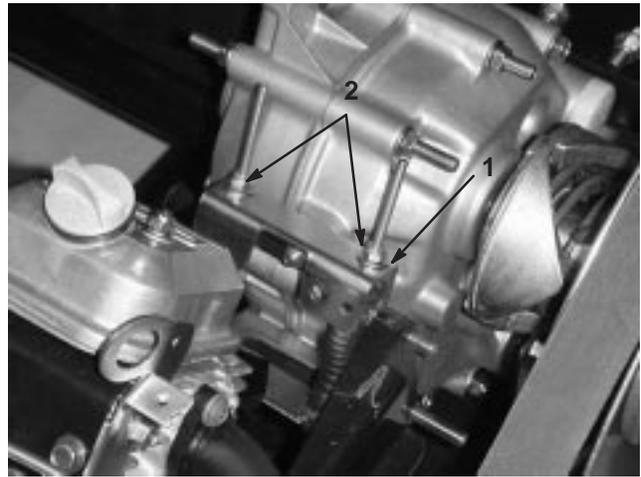

Bild 27
Wenn Sie regelmäßige Wartungsarbeiten und/oder eine Motordiagnostik durchführen, müssen Sie die Antriebsachse zunächst auf Neutral schalten (Bild 27). Der Schalthebel weist eine Neutralstellung auf, die den Leerlauf der Antriebsachse bestimmt. Treffen Sie die folgenden Maßnahmen, um sicherzustellen, dass der Schalthebel in der Neutralstellung die Antriebsachse auch richtig auf Neutral schaltet:
2. Stellen Sie die Neutralhalterung an der Antriebsachse auf Neutral (nivelliert), drehen die Antriebskupplung und kontrollieren, ob das Fahrzeug hin und her rollt (Bild 27).
3. Ziehen Sie eine der Sicherungsmuttern (Bild 27) nur so weit fest, dass das Spiel aus dem Schaltzug entfernt wird.